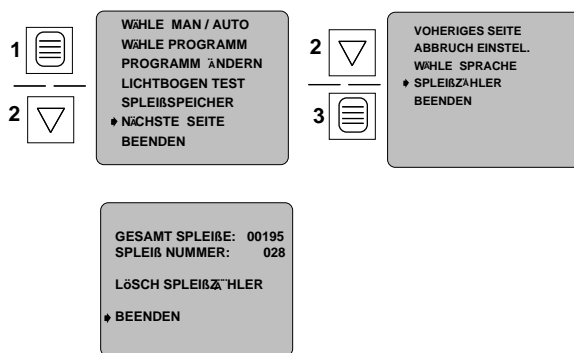

Abbildung 70
- a) Betätigen Sie die Programmtaste. Drücken Sie bei Erscheinen des Auswahlmenüs die Aufwärts- oder Abwärtstaste, bis sich der Cursor neben der Option SPLEIßZÄHLER befindet. Betätigen Sie die Programmtaste erneut (siehe Abb. 70).